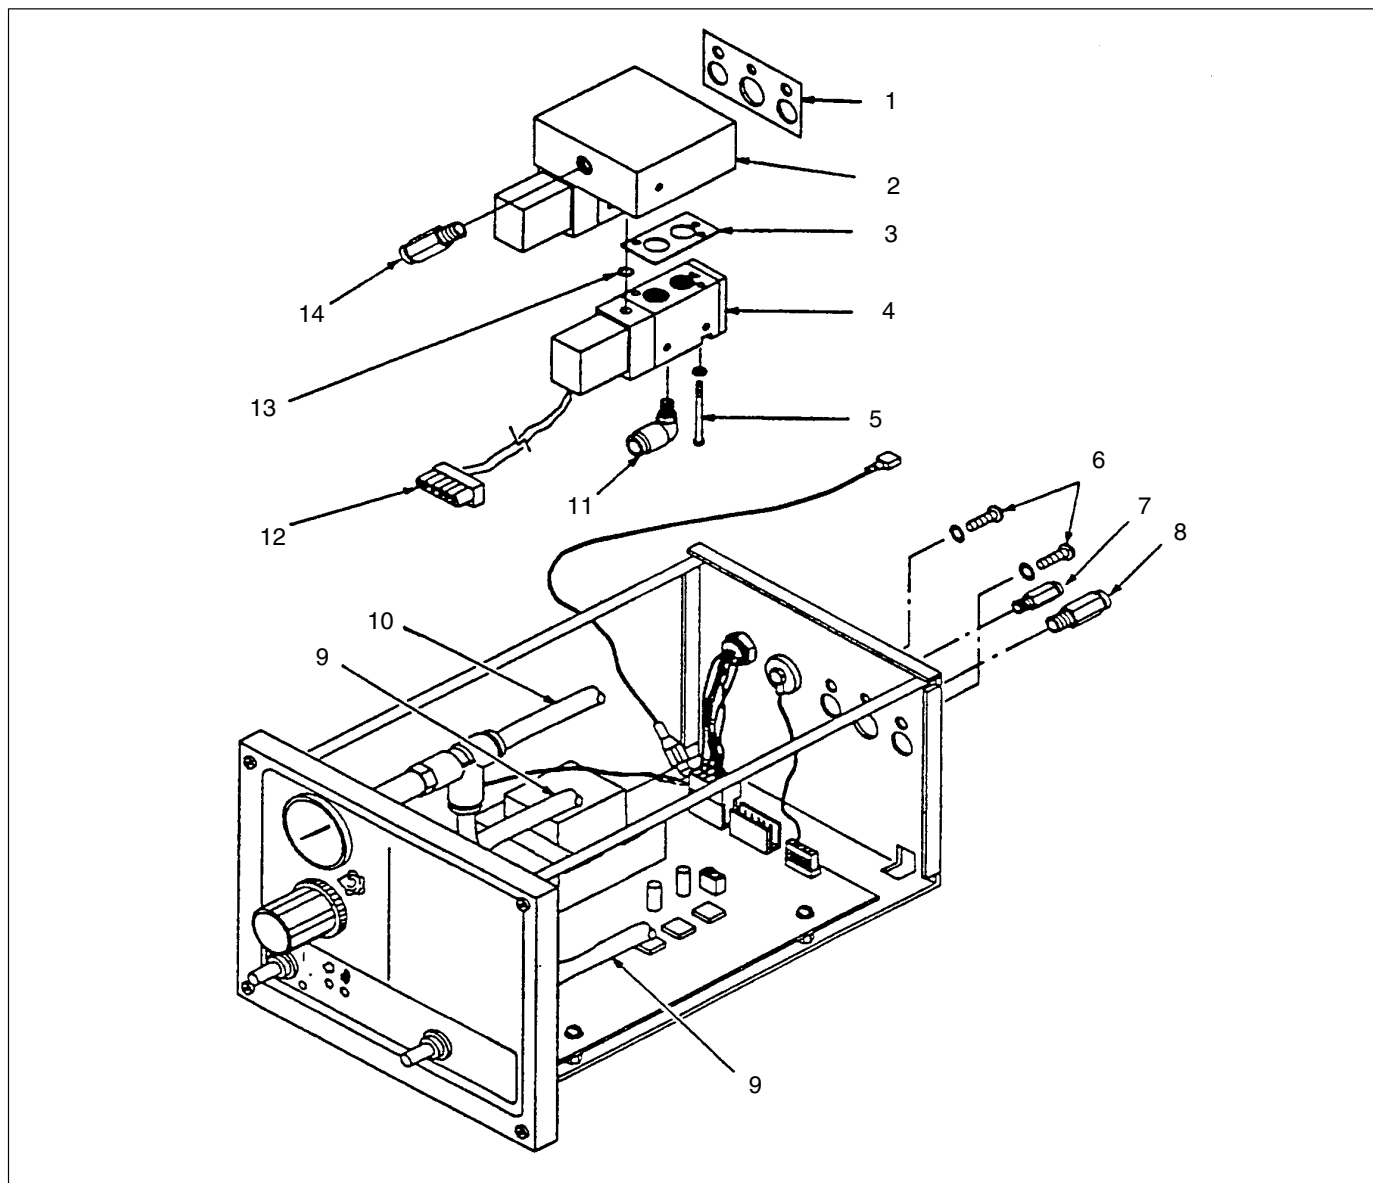

Fig. 6-2 Utskifting av magnetventilen
2. Se fig. 6-2. Koble luftslangen (9) fra kuplingen (14) i manifolden (2) luftslangen (10) fra albufittingen (11).
4. Koble pluggen (12) fra kontakt J4 på kretskortet.
5. Ta av begge skruene og underlagsskivene (6) som manifolden er festet på bakpanelet med. Fjern pakningen mellom manifolden og bakpanelet (1). Ta vare på skruene og skivene for senere gjenbruk.
6. Ta av skruene og underlagsskivene (5) som magnetventilen er festet på manifolden med. Ta vare på skruene og skivene for senere gjenbruk.
7. Fjern magnetventilen, pakningene (3) og o-ringene (13) fra manifolden. Oppbevar pakningene og o-ringene for senere gjenbruk, hvis de er i orden.
8. Koble lederne fra magnetventilen fra pluggen (12).